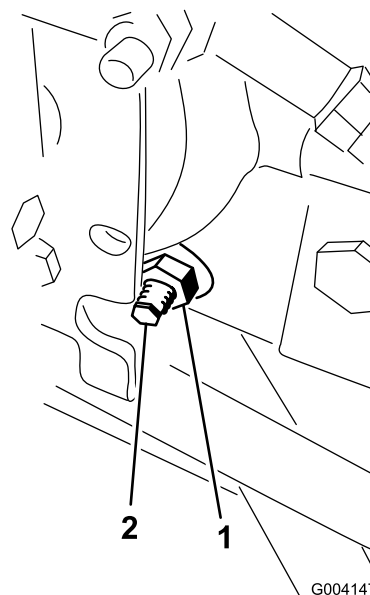

Figure 76
3. Sous le côté droit de l'hydrostat, desserrez le contre-écrou sur la came de réglage de transmission (Figure 76).